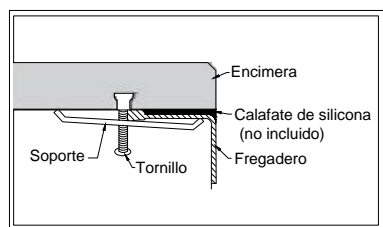

Figura 1
A. Montaje embutido: el borde del fregadero está embutido en la abertura de la encimera. (FIGURA 1)